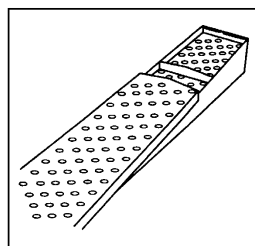

Figura 5
5. Deslice la cubierta en el extremo pequeño para instalarla. **(Consulte la Figura 5).**